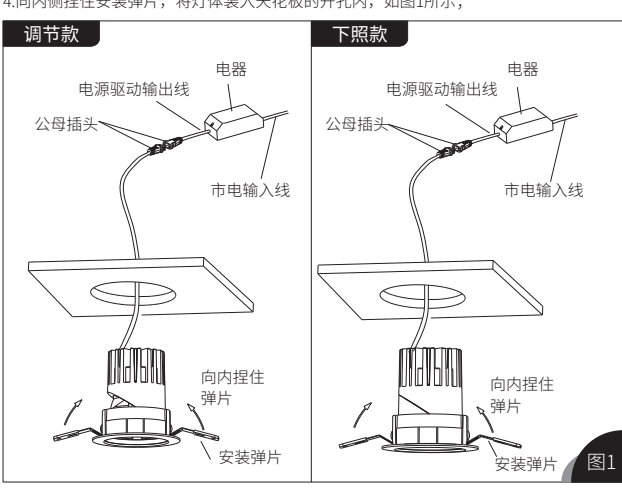

图1
- 4.向内侧捏住安装弹片，将灯体装入天花板的开孔内，如图1所示；